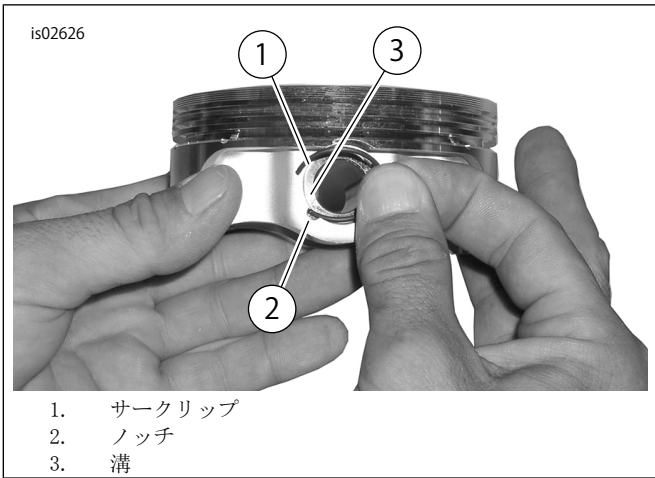

図3. サークリップおよびピストン
1. 「図3」を参照。サークリップ(1)の開いた方をピストンピンボス周囲の溝(3)のノッチ(2)に挿入し、ギャップが12時または6時の位置にくるよう取り付けます。